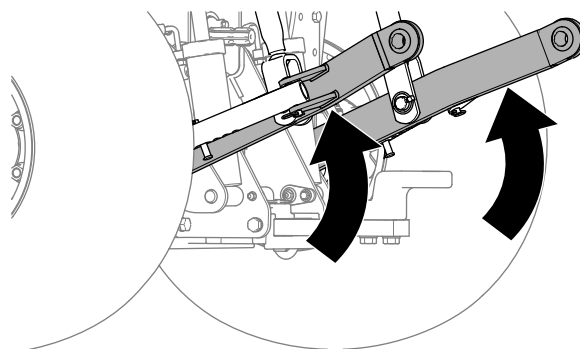

Figura 11
4. Sollevate completamente gli attacchi inferiori dell'attacco a 3 punti (Figura 11).